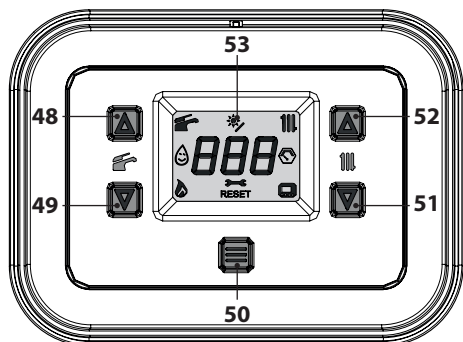
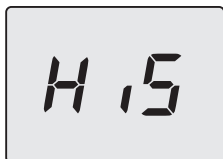
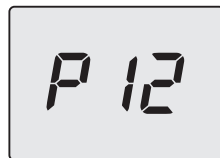
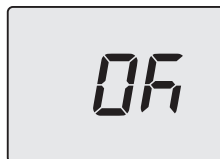

Figura 5.61
Figura 5.62
Figura 5.65
Figura 5.66
- Entrare in "modalità programmazione" premendo contemporaneamente per 5 secondi i tasti 49 e 51 (Figura 5.61) fino a far apparire sul display LCD le lettere **HiS** che indicano il menu "Storico delle caldaie" (Figura 5.62).
- Premere per 1 sec. il tasto 50 (Figura 5.61) per entrare nel parametro selezionato. Il display visualizzerà quanto segue (Figura 5.65).
- Premendo il tasto 50 (Figura 5.61) si ottiene la conferma del valore inserito. Il display visualizzerà per 5 sec. quanto segue (Figura 5.66) poi, si porterà al livello superiore.
- Premendo contemporaneamente i tasti 49 e 51 (Figura 5.61) si esce senza modificare il valore (ritorno al livello precedente).
- tenere premuti contemporaneamente i tasti 49 e 51 per 5 sec. (Figura 5.61) (ritorno al livello precedente).